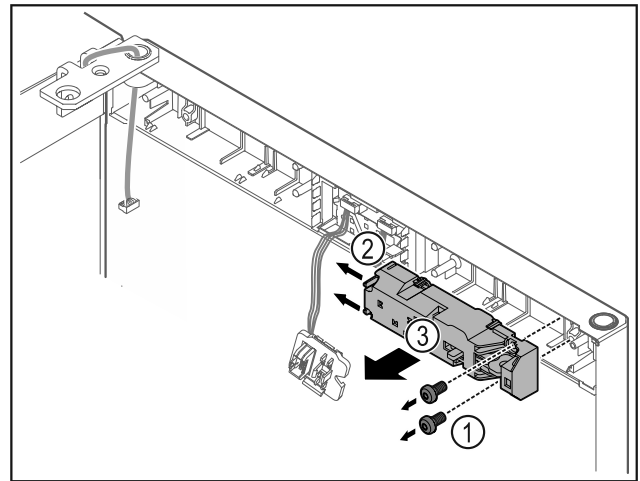

Fig. 23
- ▶ 移除螺栓 Fig. 23 (1)。
- ▶ 将锁片 Fig. 23 (2) 按向一侧并取下遥控锁 Fig. 23 (3)。